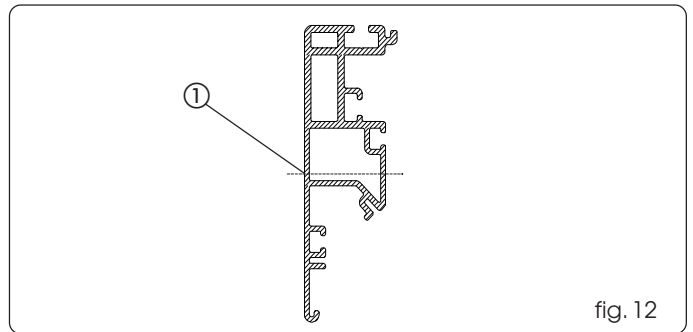

fig. 12
- 3) Realice los orificios necesarios en el perfil autoportante, en la posición indicada en la fig. 12 ref. ①.